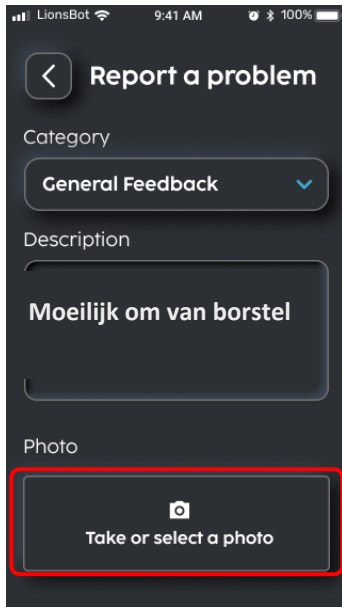

Fig. 4
4. Maak of selecteer een foto van het probleem (optioneel) (fig. 4 en 5).